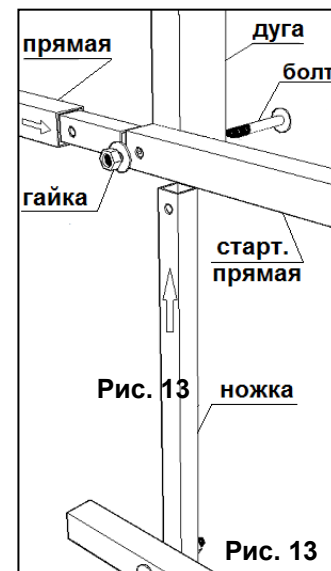

Рис. 13
6. Прикрутите к собранным деталям дуги, а в нижней части еще и Т-образные ножки согласно отверстиям (рис. 13).